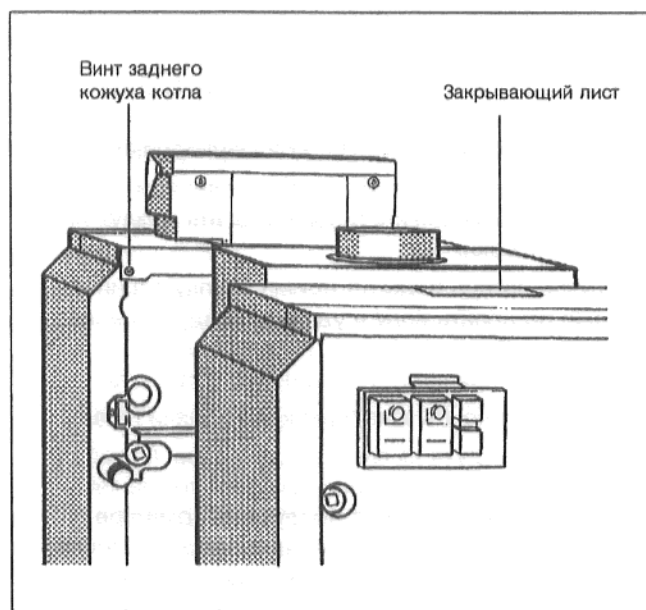

Рис. 20: Закрывающий лист G334 XD
- Привинтить задний кожух котла к задней стенке котла (Рис. 20).
Установить закрывающий лист на задний кожух котла и прикрепить к нему, загнув полосы листового металла (Рис. 20).